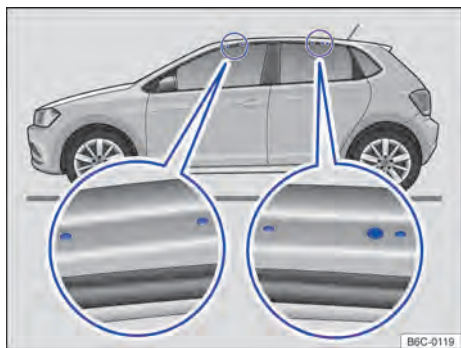

Fig. 127 Pontos de fixação dos suportes de base do bagageiro do teto (ambos os lados).
Os furos ou marcações dos pontos de fixação dos suportes de base ficam visíveis com a abertura das portas (dianteiras e traseiras) do veículo e encontram-se no lado nas vigas do teto → Fig. 127 (lupa). Os furos ou marcações para fixação atrás encontram-se no lado inferior das vigas do teto → Fig. 127 (lupa direita).
- Fixar os suportes de base somente nas marcações indicadas na figura → Fig. 127